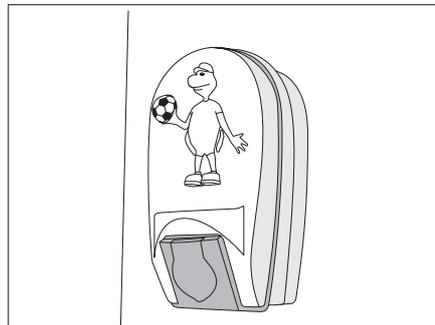

Bild 177 Kinderbettleuchte
- Leuchtenabdeckung der Kinderbettleuchte (Bild 177) leicht zusammendrücken und abnehmen.